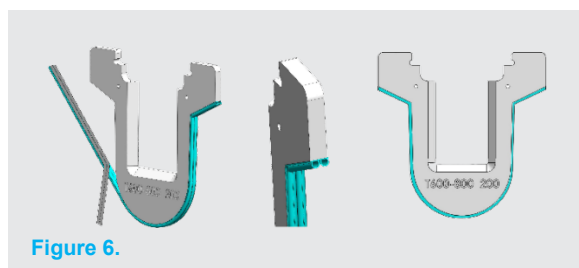

Figure 6.
8. Découpez, selon les données indiquées dans le **Tableau 3**, et collez le joint sur le seuil, **Figure 6**. Le joint doit être changé à chaque nouvelle utilisation.